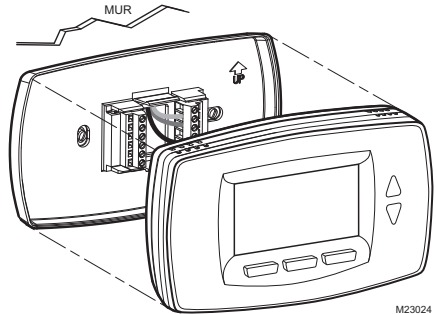

Fig. 24. Installer le thermostat sur la plaque murale
- Appuyer le thermostat contre la plaque murale jusqu'à ce que le thermostat s'emboîte en position. Voir Fig. 24.